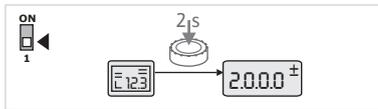

Fig. 28 : Mode Menu Standard
**Comportement standard :** L'afficheur bascule en mode Menu. Le numéro de menu <2.0.0.0> s'affiche (fig. 28).